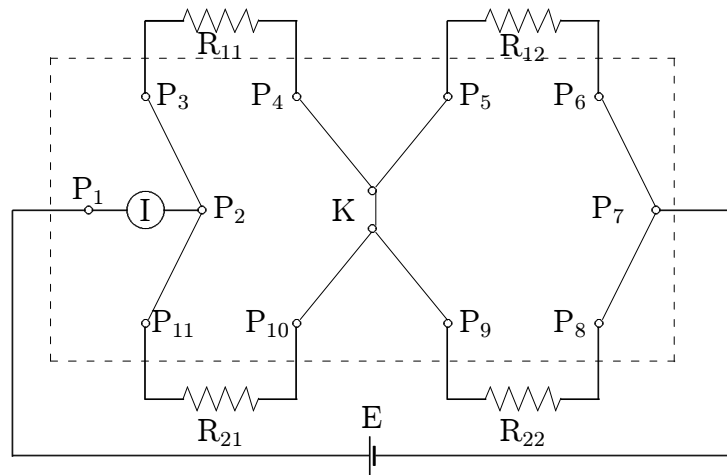

図 4.3: 並列回路 2 個を直列接続の結線図
1. 図 4.3 において抵抗 R_{11} 、 R_{12} 、 R_{21} 、および R_{22} を接続する。